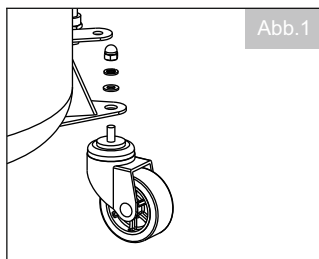

Abb. 1
- Stecken Sie die Lenkrollen Pos. 9 in die Rollenhalter, siehe Abb.1.